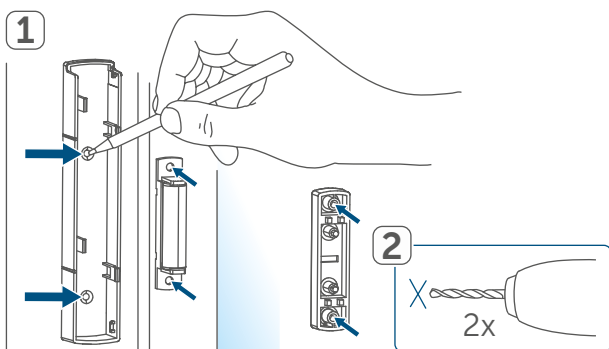

Abbildung 9
- Lösen Sie die Halterung (A) von der Elektronikeinheit (B), indem Sie diese nach unten schieben und nach hinten abnehmen (→siehe Abbildung).
- Legen Sie zwei neue 1,5 V LR03/Micro/AAA Batterien entsprechend der Polaritätsmarkierungen in das Batteriefach (F) ein (s. Abbildung 9).